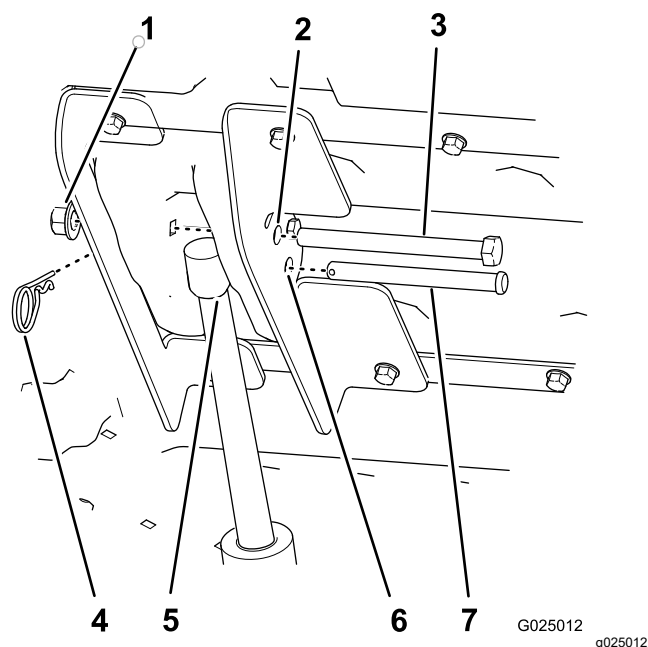

Figura 12
6. Prima a patilha no interruptor de elevação da plataforma para cima para estender a barra do atuador de elevação até que o orifício na barra se alinhe com os orifícios nos suportes interior e exterior (Figura 12).
7. Prenda o atuador de elevação aos suportes de montagem do chassi com o passador de forquilha (2¼ pol.) e a chaveta (Figura 12).
9. Alinhe o parafuso de cabeça sextavada (½ x 5½ pol.) através dos orifícios de 12,7 mm (½ pol.) restantes nos suportes de elevação interior e exterior (Figura 12) e prenda-o com uma porca de bloqueio (½ pol.) até que a porca fique bem apertada.